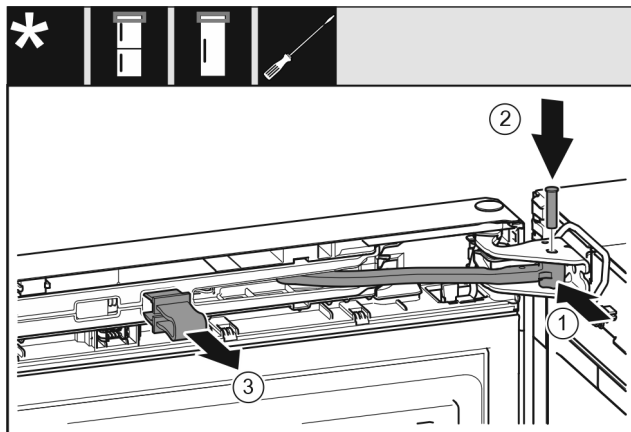

Fig. 50
- ▶ Kĺb otočte v ložiskovej konzole. Fig. 50 (1)
- ▶ Do ložiskovej konzoly a kĺbu vložte čap. Pritom dbajte na to, aby sa zaistovací doraz nachádzal správne v drážke. Fig. 50 (2)
- ▶ Vyberte poistku. Fig. 50 (3)